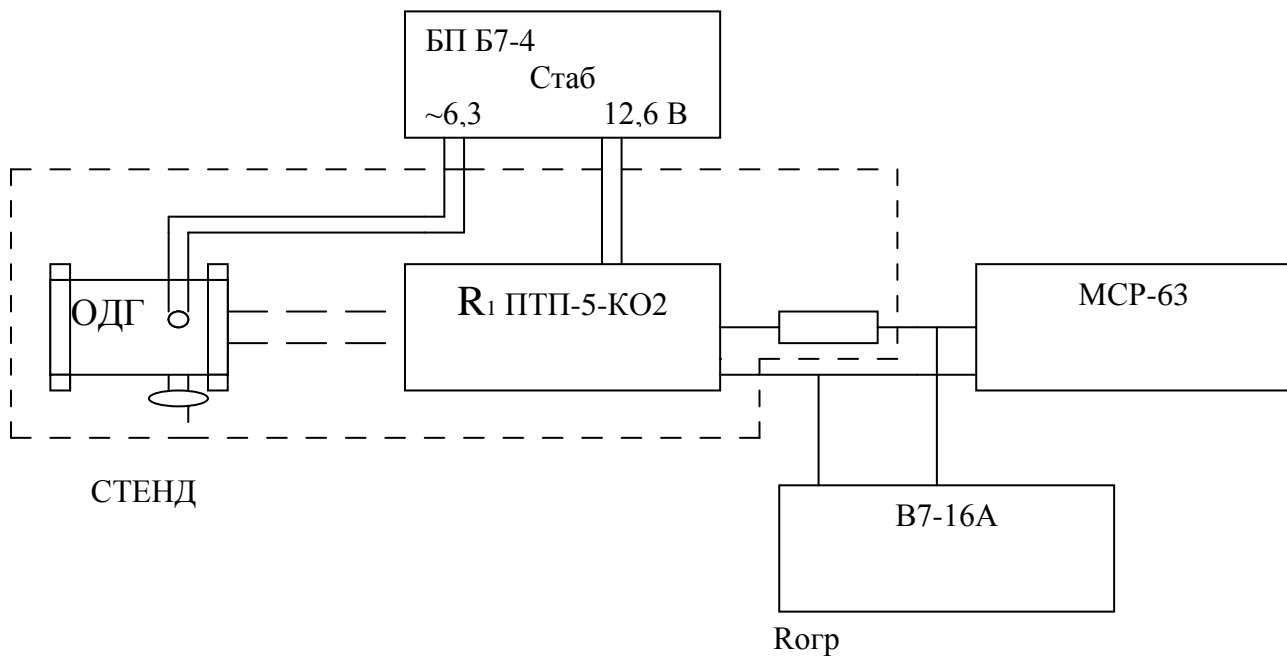
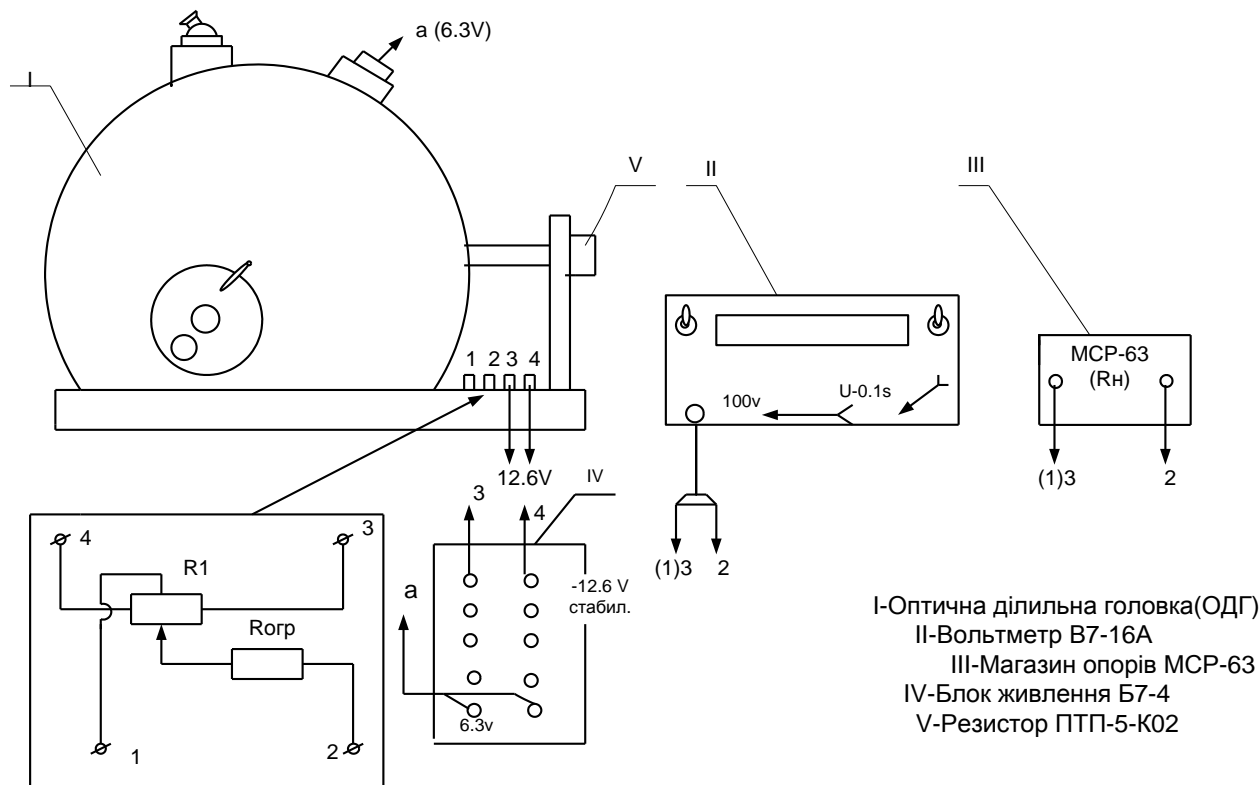

Рис. 1. Схема установки ЛПП
Рис.3. Схема з'єднання
2.2. Вивчіть схему установки (рис.1, рис.3) для визначення характеристик потенціометрів на холостому ході та із навантаженням.